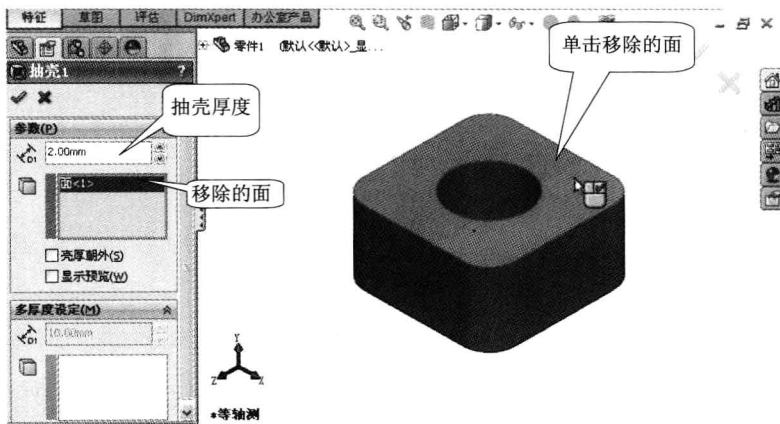
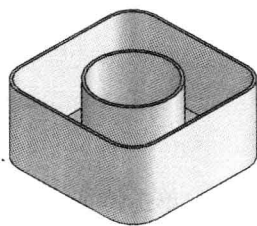
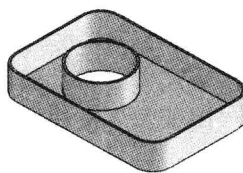

图 1-18 设置抽壳属性
图 1-19 抽壳结果
图 1-24 重建后的模型
下面通过实例 (参见图 1-19、图 1-24) 介绍用 SolidWorks 创建三维模型的一般步骤。
(1) 单击特征工具栏上的“抽壳”图标, 选择模型上表面, 出现抽壳特征树。设置抽壳厚度为2, 如图 1-18 所示。单击 (或按鼠标右键) 确定, 完成抽壳操作, 结果如图 1-19 所示。
(2) 单击“视图”工具栏上 (或右键菜单中) 的“旋转视图”图标, (或按下鼠标中间滚轮) 在视图区拖动鼠标, 观看显示结果。
(8) 双击高度尺寸 90，将其值将改为 30 后，按“回车”键（或单击标准工具栏中的“重建模型”图标），结果如图 1-24 所示。